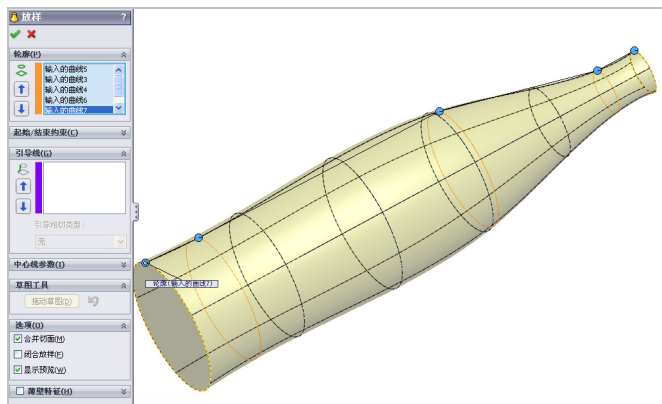

图 5-18 选择圆图形对象
(3) 弹出【放样】属性管理器，在绘图区中，依次选择圆图形对象，如图 5-18 所示。